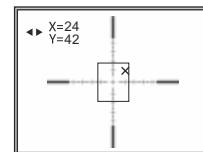

Fig.4
- En la pantalla aparecerán: la cruz auxiliar X de color rojo, las flechas horizontales y las coordenadas de la cruz auxiliar ☰ ↔ X=00 Y=00 (Fig.4).